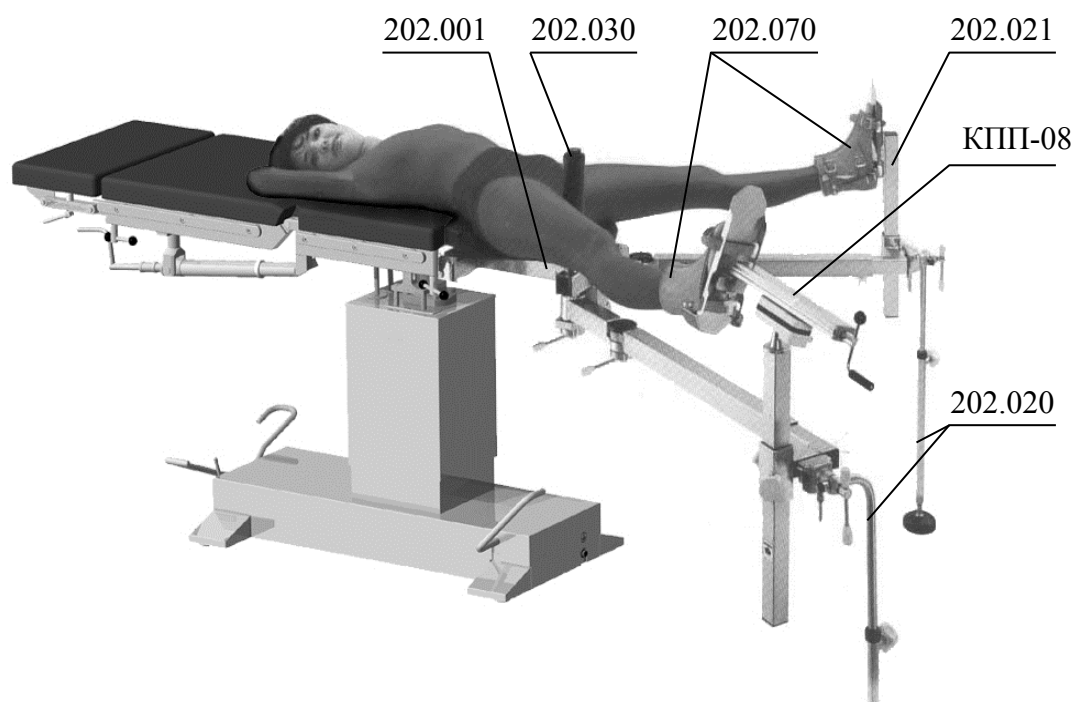

**Рисунок 2.**
9.3 Вытяжка нижних конечностей (Рисунок 2).